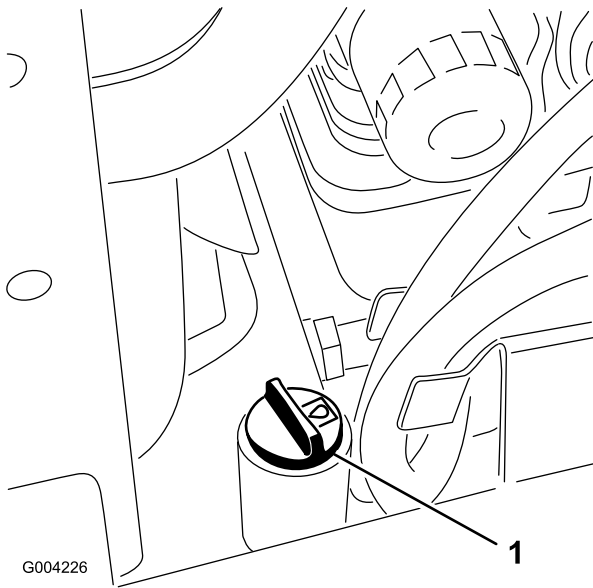

Figura 58
5. Limpie la zona alrededor del cuello de llenado del depósito de aceite hidráulico (Figura 58).